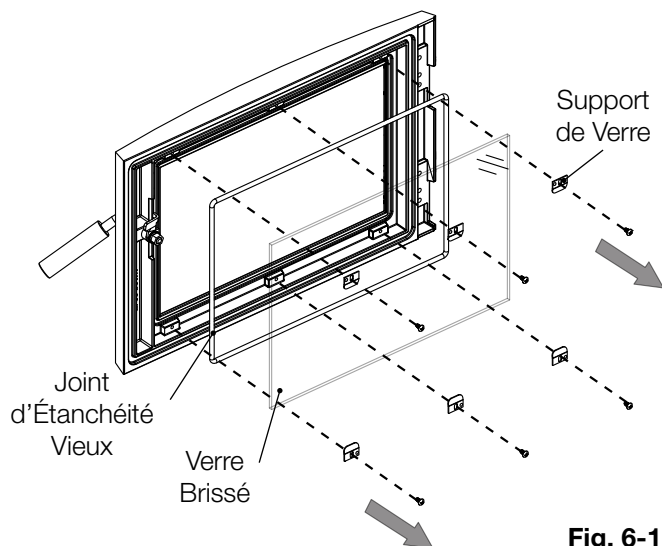

Fig. 6-1
2. Retirez les 6 vis servant à fixer les supports du verre (**Fig. 6-1**). Mettez de côté les vis et les supports de verre.